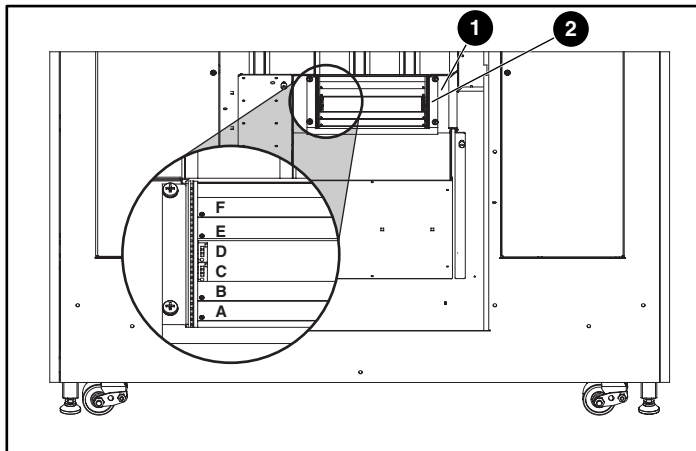

Figura 8: Installazione dell'alloggiamento di espansione
4. Calare l'alloggiamento di espansione nell'alloggiamento dei componenti elettronici sui perni di guida, che si trovano sul backplane PCI. Esercitare una pressione uniforme sui due lati dell'alloggiamento di espansione finché non è saldamente inserito nella sede (vedere la Figura 8).